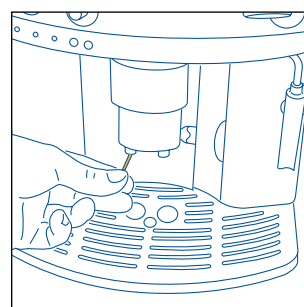

Fig.28
- Controleer of de gaatjes van de afgiftegroep waaruit de koffie komt niet verstopt zijn. Om ze vrij te maken, een naald gebruiken om de koffierestjes weg te schrapen (fig. 28).